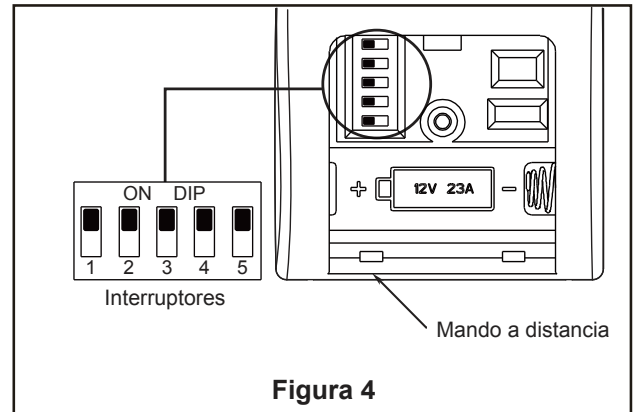

Figura 4
4. Conecte el cable negro desde ensamble de la placa del portalámpara al cable negro ensamble del motor y conecte el cable blanco desde ensamble de la placa del portalámpara al cable blanco ensamble del motor. (Figura 4)
4. Para configurar el código del mando a distancia a las mismas posiciones que en el receptor. Mueva los interruptores de código hasta colocar el código de selección en la posición arriba o abajo. Con un destornillador pequeño o con una lapicera (no se incluye) deslice firmemente hacia arriba o hacia abajo. (Figura 4)